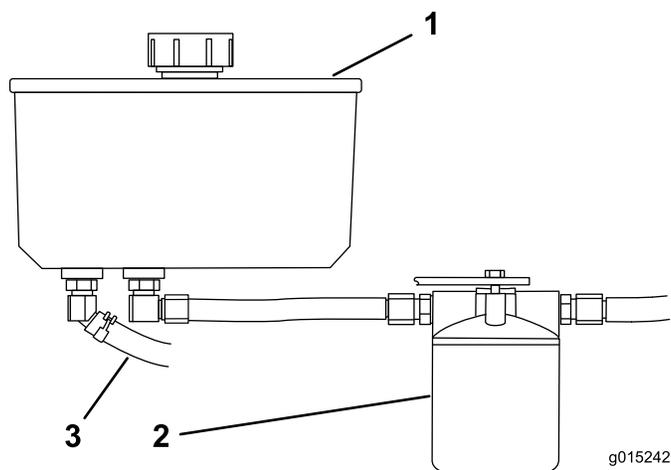

図 74
4. 油圧オイル・タンクの下にある前油圧ホースを探し出し、その下にオイル受け容器を置く（図 74）。